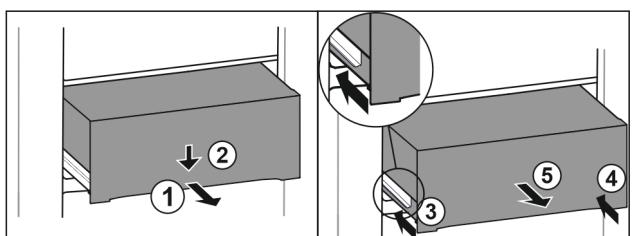

Fig. 120
- Vytiahnite zásuvku do polovice. Fig. 120 (1)
- Zatlačte zásuvku na prednej strane smerom nadol. Fig. 120 (2)
- Zasuňte ľavú koľajničku o cca 2 cm. Fig. 120 (3)
- Zasuňte pravú koľajničku o cca 2 cm. Fig. 120 (4)
- Odoberte zásuvku dopredu. Fig. 120 (5)